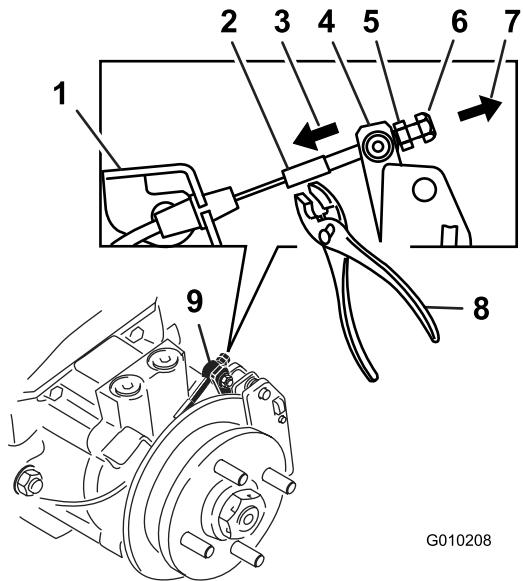

Figura 74
9. Usando las manos y los dedos solamente, empuje la palanca de la pinza hasta que haga tope y las pastillas de freno agarren el rotor (Figura 74).
10. Sujetando la palanca contra del tope, utilice la otra mano o los dedos para tirar del extremo roscado del cable a través del cabezal de giro. Apriete la tuerca estándar a mano contra el cabezal de giro (Figura 74).